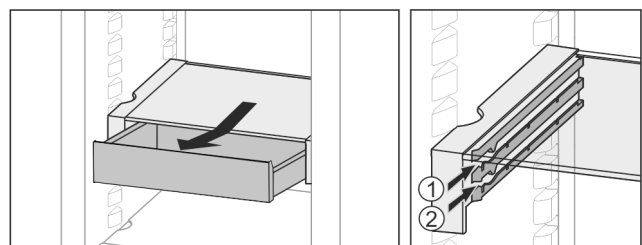

Fig. 18
- Insértelo a la altura deseada Fig. 18 (1) o Fig. 18 (2).